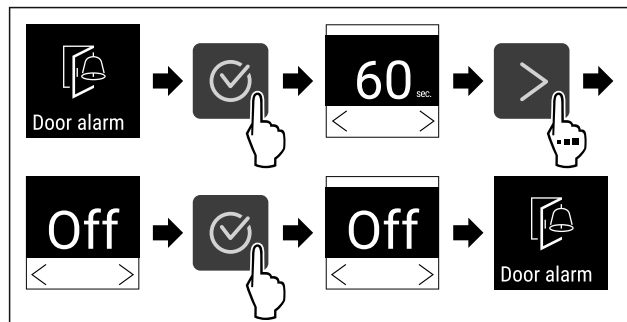

Fig. 118
- Følg anvisningene (se Fig. 118) .